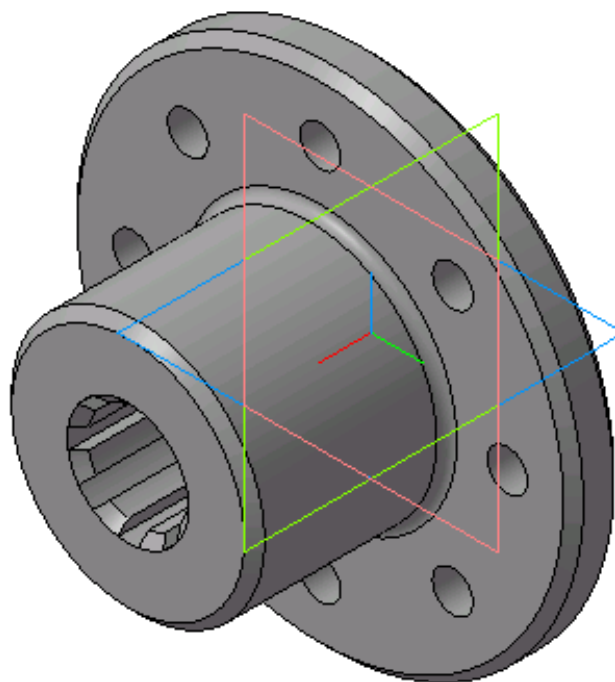

Рис. 3.3.30
11. Після всіх побудов деталь повинна виглядати як на рис. 3.3.30.